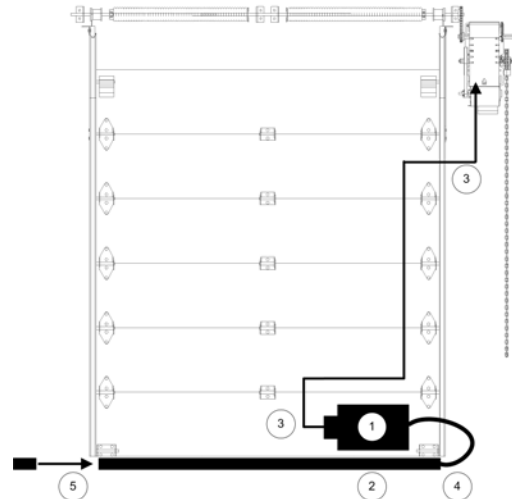

Figura 27 - Borde de Detección
1. Coloque el interruptor de aire en posición, consulte la Figura 27.
1. Coloque la caja de conexiones en posición, consulte la Figura 27.